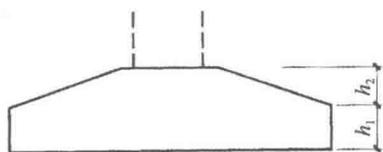
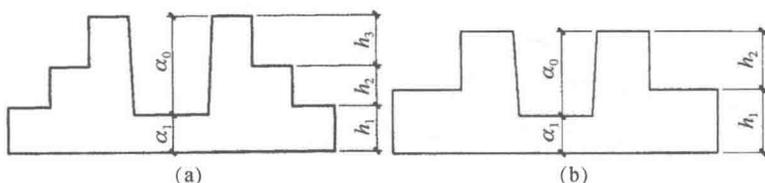
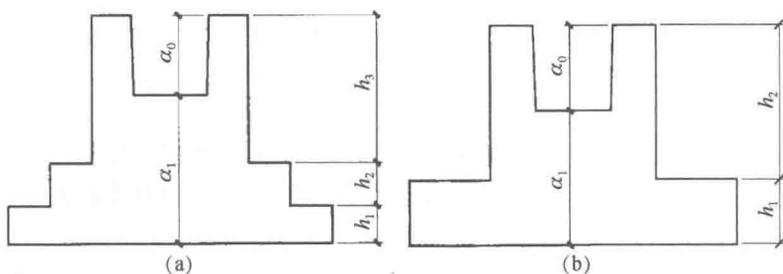

图 1-3 坡形截面普通独立基础竖向尺寸
图 1-4 阶形截面杯口独立基础竖向尺寸
图 1-5 阶形截面高杯口独立基础竖向尺寸
b. 坡形截面。当基础为坡形截面时，注写方式为“ h_1/h_2 ”，如图 1-3 所示。
②杯口独立基础
a. 阶形截面。当基础为阶形截面时，其竖向尺寸分两组，一组表达杯口内，另一组表达杯口外，两组尺寸以“，”分隔，注写方式为“ $a_0/a_1, h_1/h_2/\dots$ ”，如图 1-4、图 1-5 所示，其中杯口深度 a_0 为柱插入杯口的尺寸加 50mm。